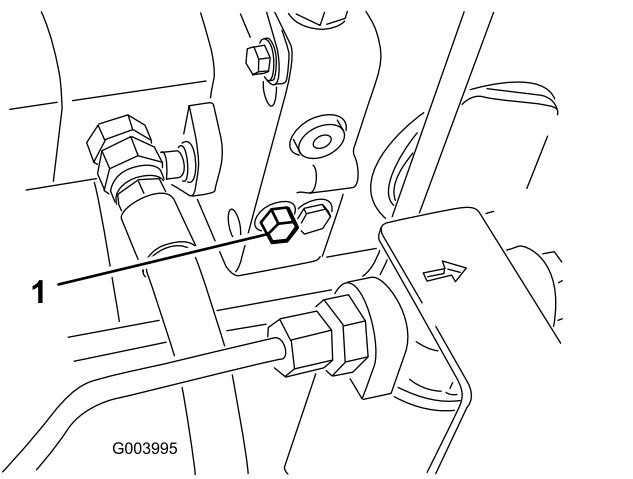

Bild 37
1. Dieses Sicherheitsventil befindet sich links am Hydrostat (Bild 37). Drehen Sie die Schraube um eineinhalb Umdrehungen, um das Ventil zu öffnen und Öl intern abzulenken. Weil das Öl abgelenkt wird, lässt sich die Maschine ohne Schäden am Getriebe langsam bewegen.